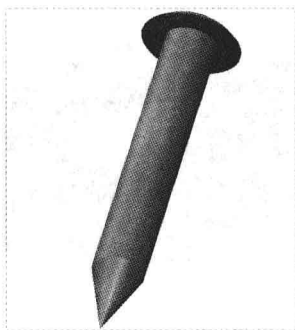

图 7-13 删除特征
Step 04 执行操作后，即可删除特征，效果如图 7-13 所示。